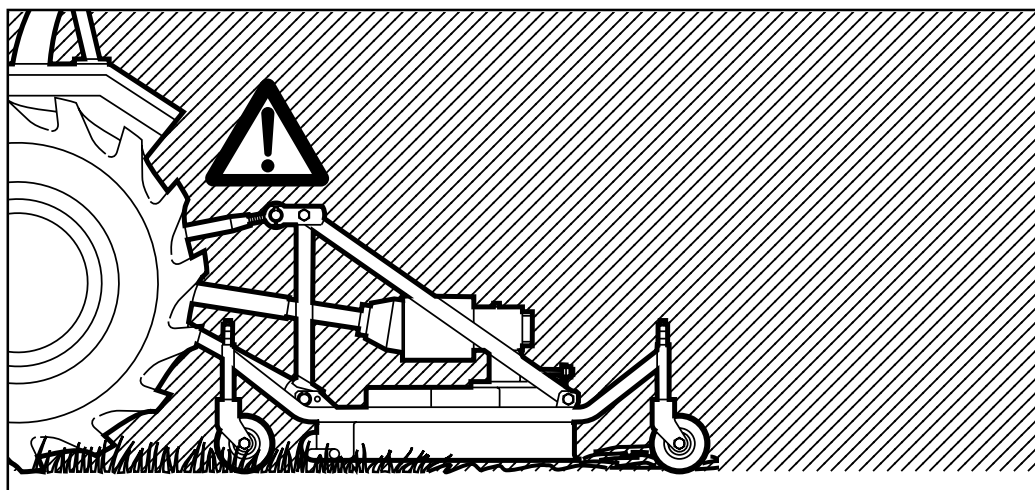

Fig. 4
- 24) *It is absolutely forbidden to stand between the tractor and the implement (Fig. 4) when the engine is running and the cardan shaft is engaged without having first engaged the hand brake and placed a block or stone under the wheels to prevent them from moving.*
- 24) Es ist absolut verboten, bei laufendem Motor und eingeschalteter Gelenkwelle zwischen den Schlepper und das Gerät zu treten (Abb. 4). Dazu muß die Feststellbremse gezogen werden und unter die Räder ein Bremskeil oder ein großer Stein gelegt worden sein. Achten Sie bei der Arbeit mit der Häckselmachine auf den nötigen Sicherheitsabstand aufgrund der Auswurfgefahr stumpfer Gegenstände.
- 24) *Il est absolument interdit de se mettre entre le tracteur et l'appareil (Fig. 4) quand le moteur est en marche et le cardan enclenché, sans avoir tiré le frein de stationnement et bloqué les roues avec une cale ou un caillou. Se tenir à une distance de sécurité du broyeur en fonctionnement, à cause du lancement possible d'objets contondants.*
- 24) Está terminantemente prohibido colocarse entre el tractor y el equipo (Fig. 4) con motor encendido y cardán insertado, o sin haber accionado el freno de estacionamiento y de colocar, debajo de las ruedas, una piedra u otro elemento de bloqueo. Manténgase a una distancia de seguridad del triturador durante el trabajo, porque puede proyectar objetos.
- 28) È assolutamente vietato interporre fra il trattore e l'attacco della macchina per manovrare il comando dall'esterno per il sollevamento (Fig. 4).
- 28) *It is absolutely forbidden to stand between the tractor and the implement when manoeuvring the lift control from the outside (Fig. 4).*
- 28) Es ist absolut verboten, zwischen den Schlepper und den Anschluß zu treten, um die Aushebung von außen zu betätigen (Abb. 4).
- 28) *Il est absolument interdit de se mettre entre le tracteur et l'attelage pour manoeuvrer la commande de relevage de l'extérieur (Fig. 4).*
- 28) Está absolutamente prohibido colocarse entre el tractor y el enganche para maniobrar el mando desde el externo en la fase de elevación (Fig. 4).